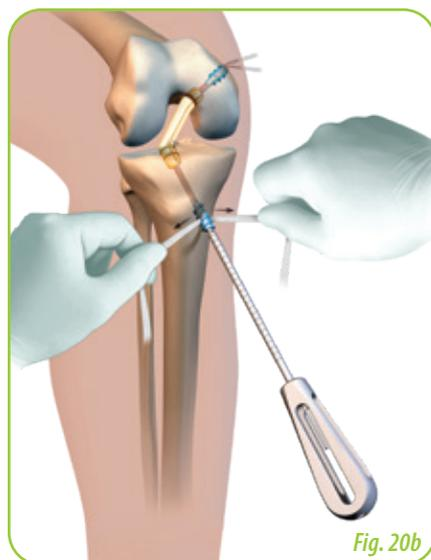

Fig. 20b
- Introduire la vis jusqu'à affleurer la corticale tibiale. (Fig. 20b)